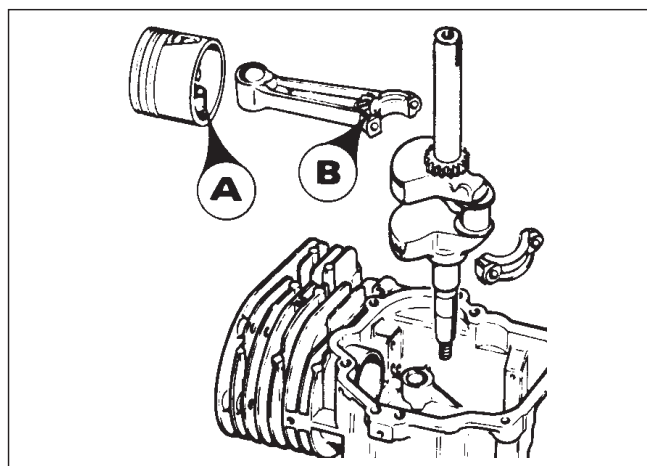

Fig. 49
e) PISTON AND CONNECTING ROD (FIG 49)